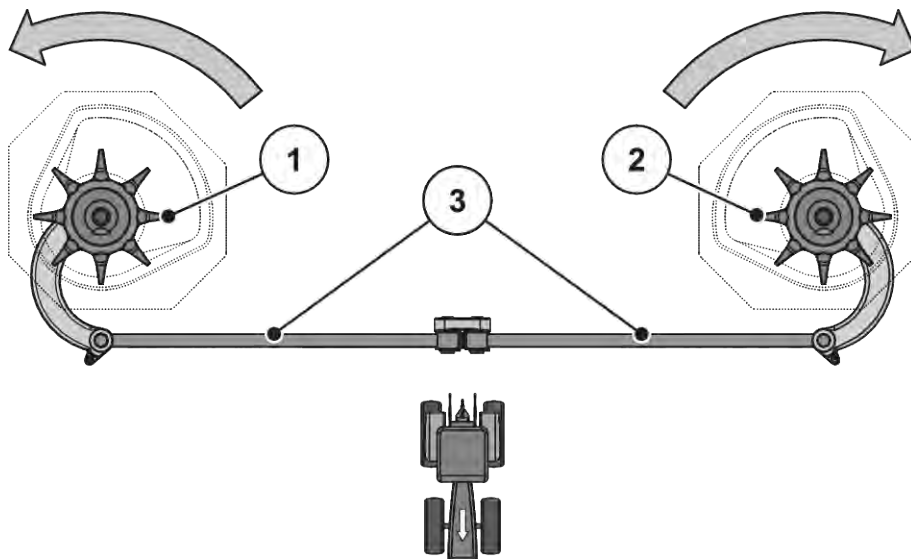

Fig. 85: Kontrol af røreværksdrevet
- Drej rørehovedet med hånden i **spredeskivens rotationsretning**. Se Fig. 85 Kontrol af røreværksdrevet.
- Drej rørehovedet med hånden eller ved hjælp af et oliefilterbånd kraftigt **mod spredeskivens rotationsretning**. Se Fig. 85 Kontrol af røreværksdrevet